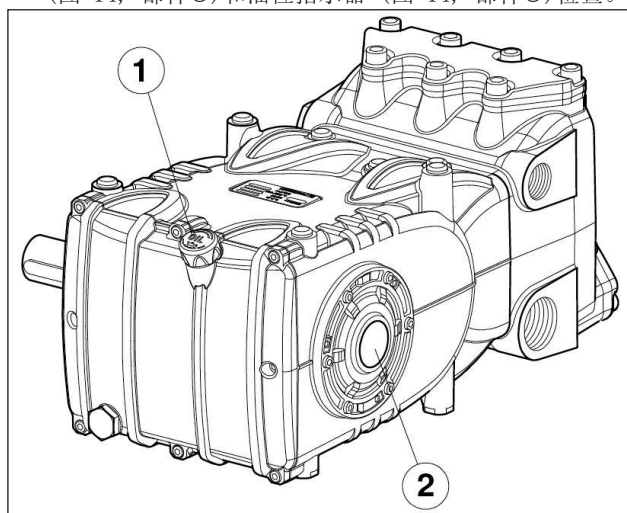

图 14
5. 泵壳体中的油达到所需油位，可通过专用油位尺（图 14，部件①）和油位指示器（图 14，部件②）检查。